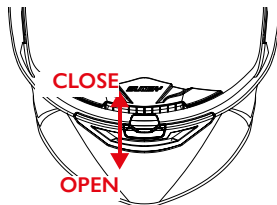

FIGURA 3
- Figura 3: spostare verso il basso il cursore A1 posto all'interno della mentoniera per aprire la presa d'aria; spostare verso l'alto il cursore A1 per chiudere la presa d'aria.